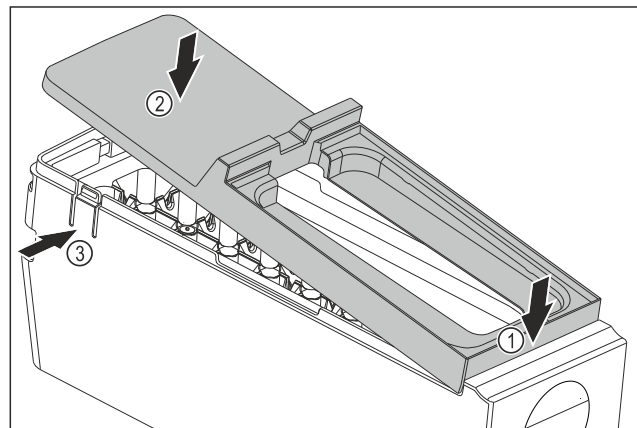

Fig. 90
- ▶ Montați apărătoarea corpului EasyTwist-Ice: Așezați în față apărătoarea Fig. 90 (1)
- ▶ Coborâți în spate apărătoarea Fig. 90 (2)
- ▷ Apărătoarea se fixează în poziție cu zgomot specific în cele două eclise Fig. 90 (3).